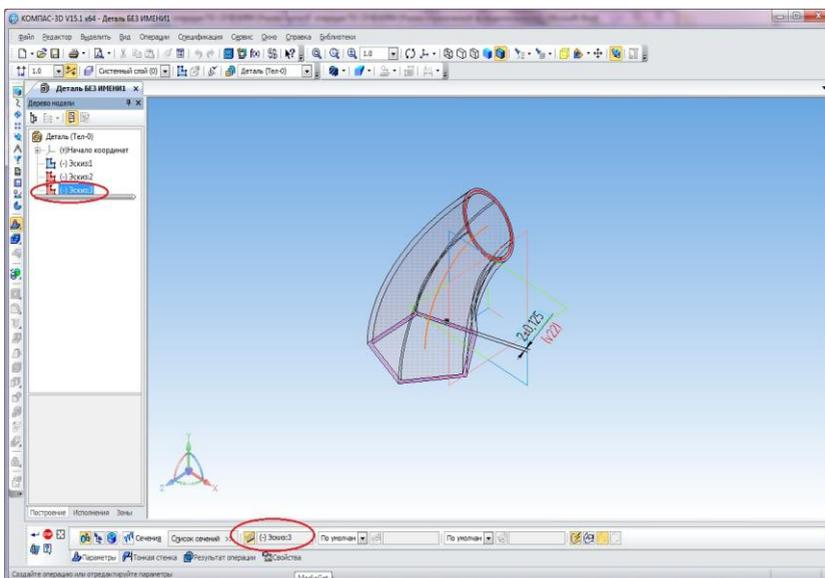
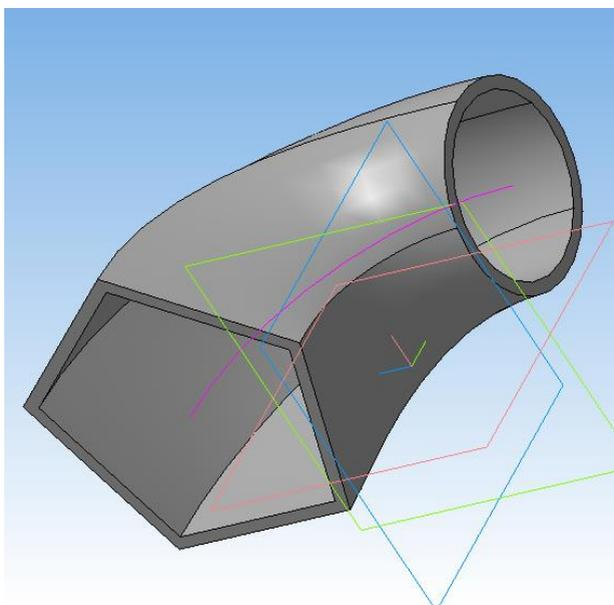
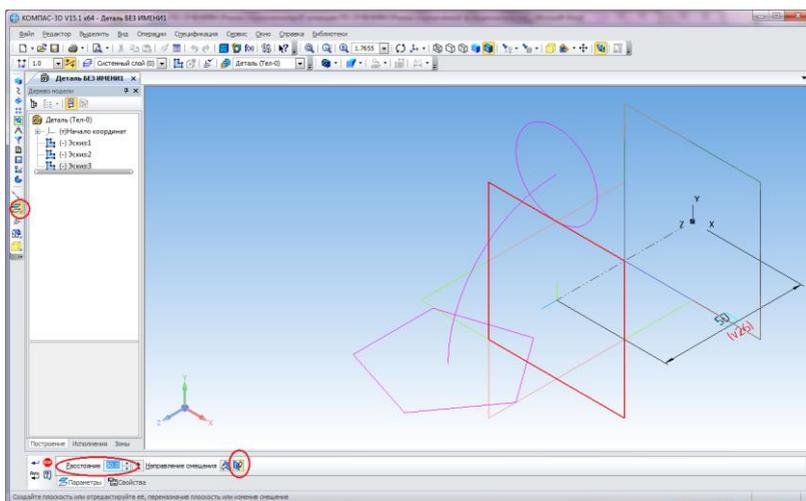

Рис. 18.
Рис. 19.
Рис. 20.
Нажмите кнопку *Осевая линия*  и укажите в окне *Дерево модели* эскиз-сечение *Эскиз: 3*. Появится фантом модели операции по сечениям (рис.18). Нажмите кнопку *Создать объект для завершения работы с операцией*. Модель по трём сечениям-эскизам, расположенным в трёх взаимно перпендикулярных плоскостях построена. Для наглядности поверните модель, используя кнопку  (рис. 19).
В построенной модели (рис. 19) мы добавим еще один эскиз – квадрат, расположенный в смещенной относительно XY плоскости. Чтобы создавать новые эскизы для последующего формирования трехмерной модели необходимо сначала в окне Дерево модели удалить узел Операция по сечениям: 1. Для этого в объектном меню узла Операция по сечениям: 1 надо выбрать команду Удалить и нажать кнопку ОК. Сейчас в окне дерева модели остались три узла (рис. 20): Эскиз: 1, Эскиз: 2 и Эскиз:3.
3. Нажмите кнопку Создать объект на Панели специального управления и прервите выполнение команды - нажмите кнопку STOP . Объект Смещенная плоскость создан (рис.20.).